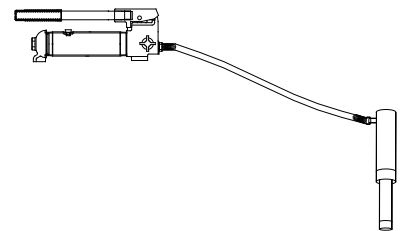

Figure 7 : Illustration pour purger l'air du système
1. Placez la pompe à une position plus élevée que le tuyau et le vérin comme illustré à la figure 7.